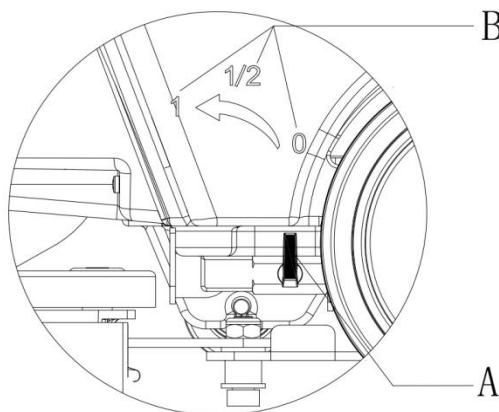

Figura 7
El interruptor de encendido (45) debe en posición de apagado "0" antes de ajustar la perilla de la válvula (A, Figura 7).
Ajuste la perilla de la válvula para regular el volumen del flujo de agua según necesario. B en Figura 7 muestra el volumen del flujo de agua.